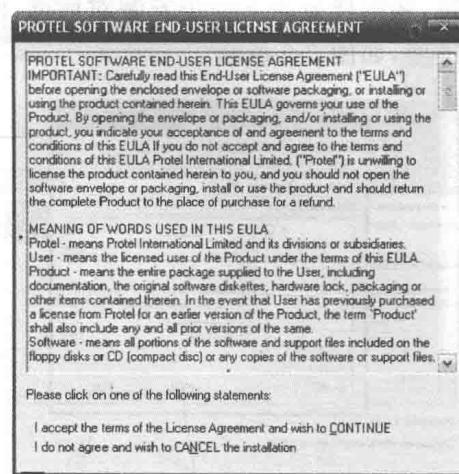

图 0-11 安装补丁程序提示
⑥ 安装补丁程序:完成 Protel 99 SE 安装后,可执行附带光盘上的 Protel 99 SE_Service_pack6.exe 文件,安装补丁程序。进入补丁安装程序的第一个对话框,如图 0-11 所示。单击窗口下方的“CONTINUE”进入下一个对话框,即安装路径选择对话框,采用默认路径,单击“Next”按钮,即开始安装补丁程序。安装完成后单击“Finish”按钮完成补丁安装。
⑦ 安装中文菜单:先启动一次 Protel 99 SE,关闭后,将 C 盘 Windows 根目录中的大小为 268 KB 的 client99se.rcs 英文菜单改名(例如 client99se1.rcs)后保存起来,再将光盘中 Protel 99 汉化的大小为 242 KB 的 client99se.rcs 复制到 C 盘 Windows 根目录下。再启动 Protel 99 SE 时,即可发现所有菜单命令后均带有中文注释信息。